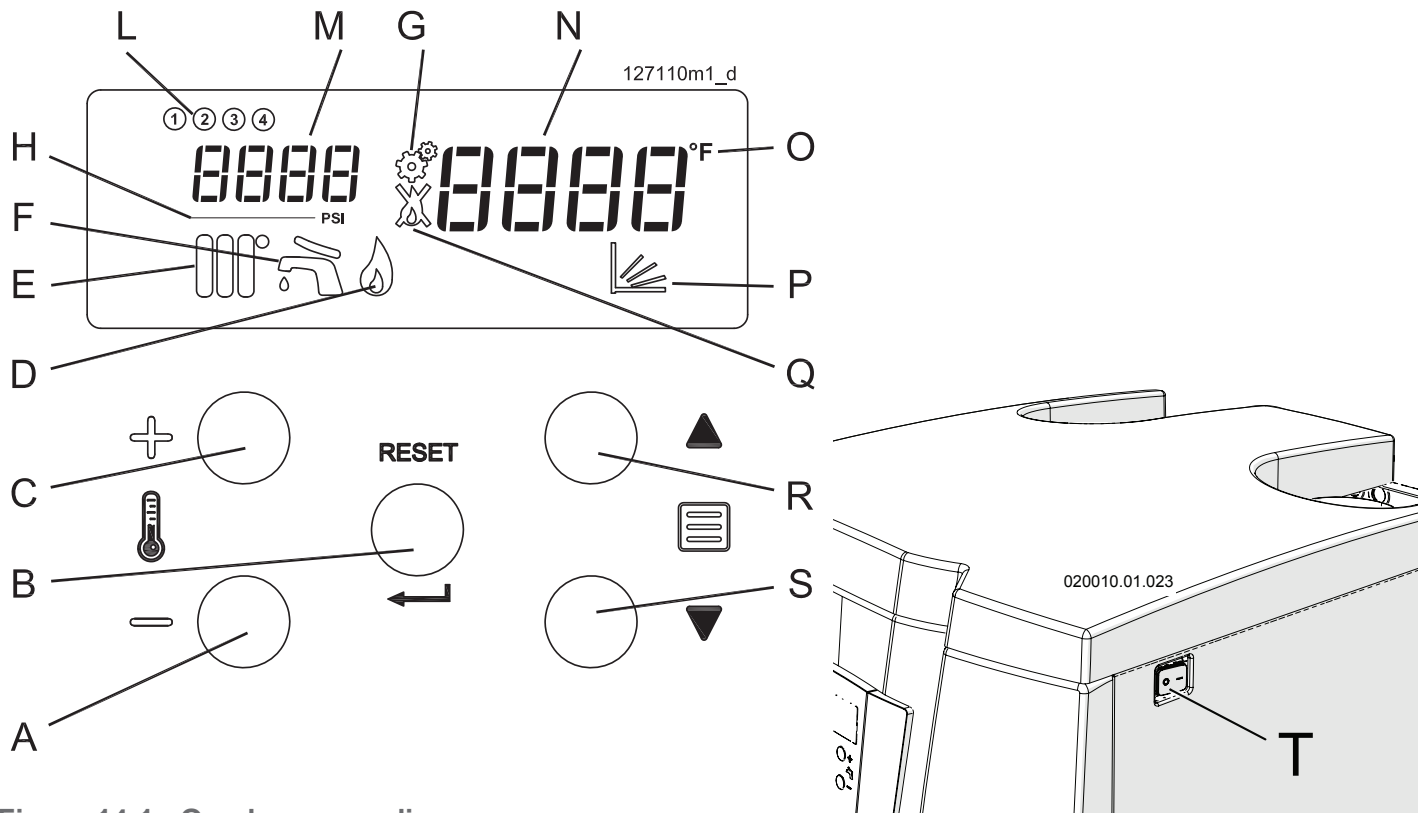

Figura 14-1 - Quadro comandi
- 2.- alimentare elettricamente l'apparecchio e posizionare su ON l'interruttore generale (particolare "T" di figura 14-1);
- 7.- posizionare su ON l'interruttore generale (particolare "T" di figura 14-1) e generare una richiesta di riscaldamento premendo il tasto  fino al valore massimo, verificare che il termostato ambiente sia in chiamata e che l'impianto sia nelle condizioni di dissipare il calore generato;
LEGENDA FIGURA 14-1
Se la pressione all’interno del circuito acqua scende ad un valore inferiore alla pressione minima, l’apparecchio si spegne automaticamente e il visore “N” di figura 14-1
- 1.- Agire sull'interruttore "T" di figura 14-1 per togliere tensione elettrica;
(vedi figura 14-1). Quando i tasti vengono premuti, il display, particolare "N" di figura 14-1, mostra la temperatura richiesta. Il campo di regolazione della temperatura dell'acqua va da 20°C a 80°C.
Per ridurre il consumo di energia del display (Figura 14-1), dopo 5 minuti dall'ultima operazione eseguita, esso si spegne automaticamente. E' possibile disattivare questa funzione o
Premendo il tasto RESET per 2 secondi si accede al “menù utente”. Il visore “M” di figura 14-1, comincia a mostrare il parametro **100 1** ad indicare all’utente l’avvenuto cambio di modalità.